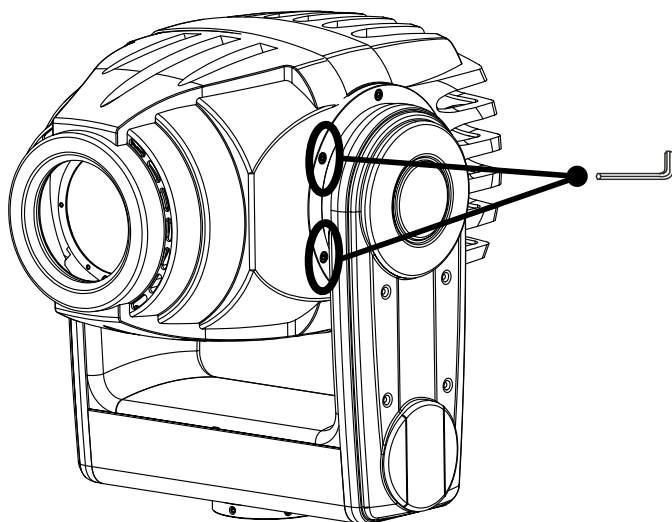

Abb. 1
1. Die zwei Schrauben auf Abb. 1 lockern, diesen Vorgang auf beiden Seiten der Maschine durchführen